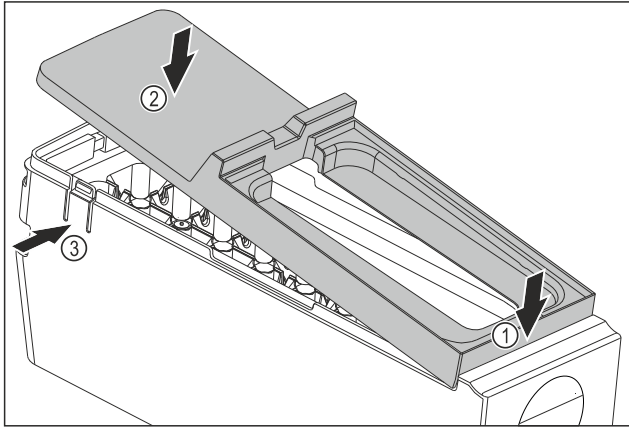

Fig. 148
- Встановіть кришку корпусу EasyTwist-Ice: Прикріпіть кришку спереду. Fig. 148 (1)
- Опустіть кришку ззаду. Fig. 148 (2)
- Кришка зі звуком фіксується в обох виступах Fig. 148 (3).